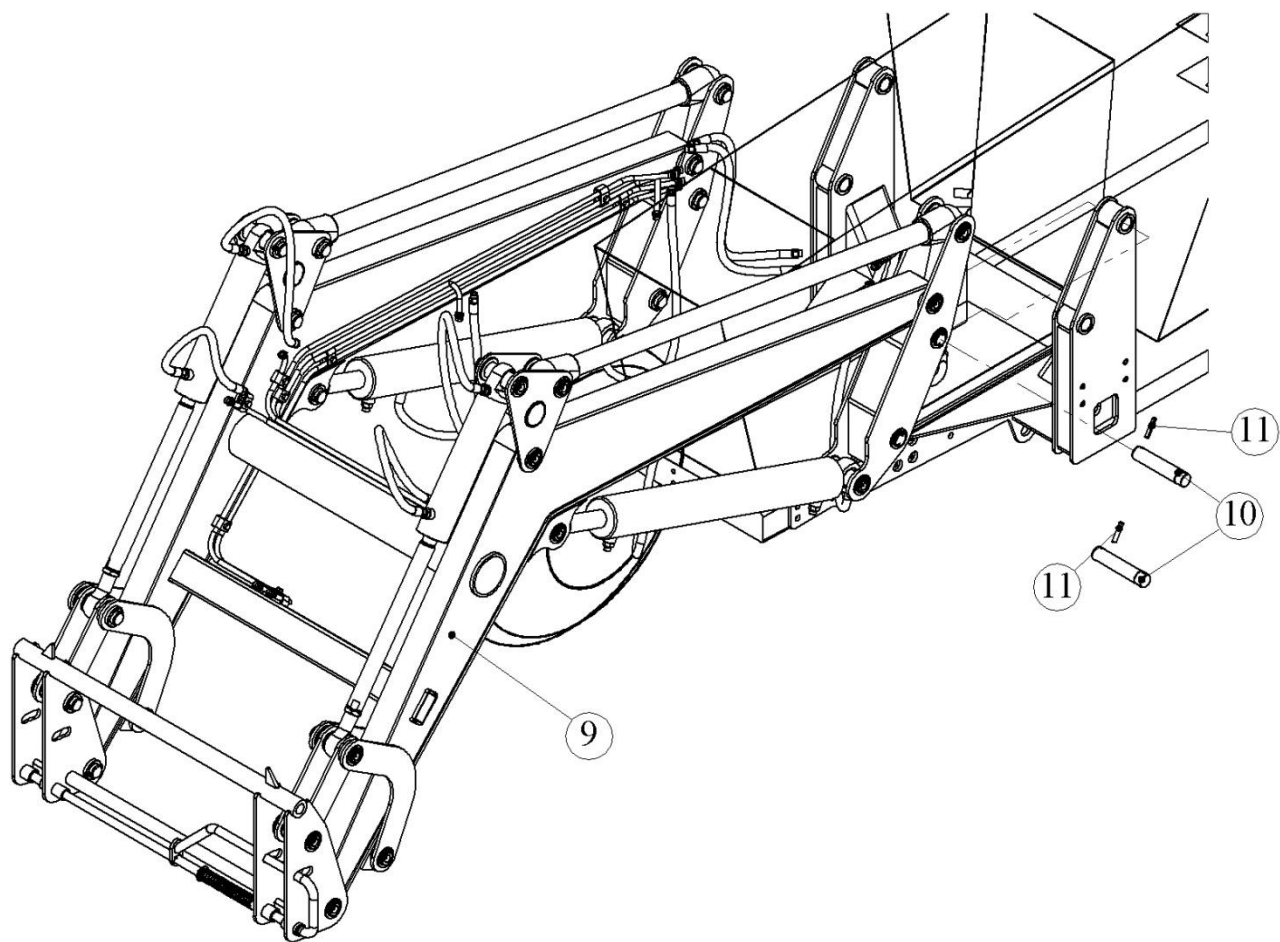

Рис.4.3. Установка стрелы
4.6. На подрамники установите стрелу (9) при помощи четырёх пальцев Ø40х196 (10) (Рис. 4.3) Пальцы зафиксируйте штифтами пружинными Ø12х60 (11).